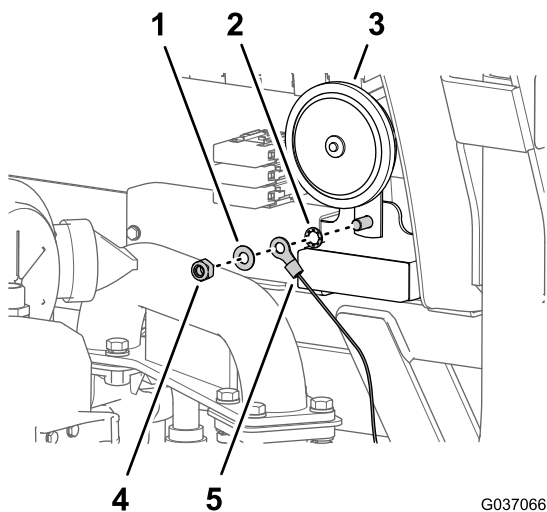

図 33
1. バルクヘッドの後ろ側で、ホーンを電装プレートに固定しているロックナットとワッシャを外す 図 33。
2. 図 33 に示すように、ロックナット、ワッシャ、リレーハーネスのリング端子と、ロックワッシャを、組み付けて、ボルトとナットを $23.29\text{N}\cdot\text{m}$ $2.42.9\text{kg}\cdot\text{m}$ $= 1721\text{ft}\cdot\text{lb}$ にトルク締めする。